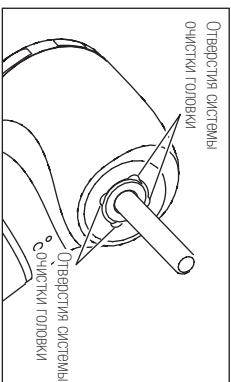

Рис. 9
- 1) Удалите загрязнения из отверстий в головке наконечника при помощи щётки (Рис. 9).